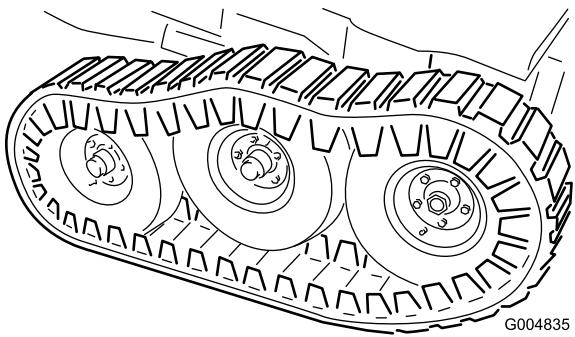

図 121
51. ボギーピボットのスタッド 図 121 に平ワッシャ 1/2 インチとロックナットを取り付けて $102\text{Nm} 10.4\text{kg.m}=75\text{ft-lb}$ にトルク締めする。